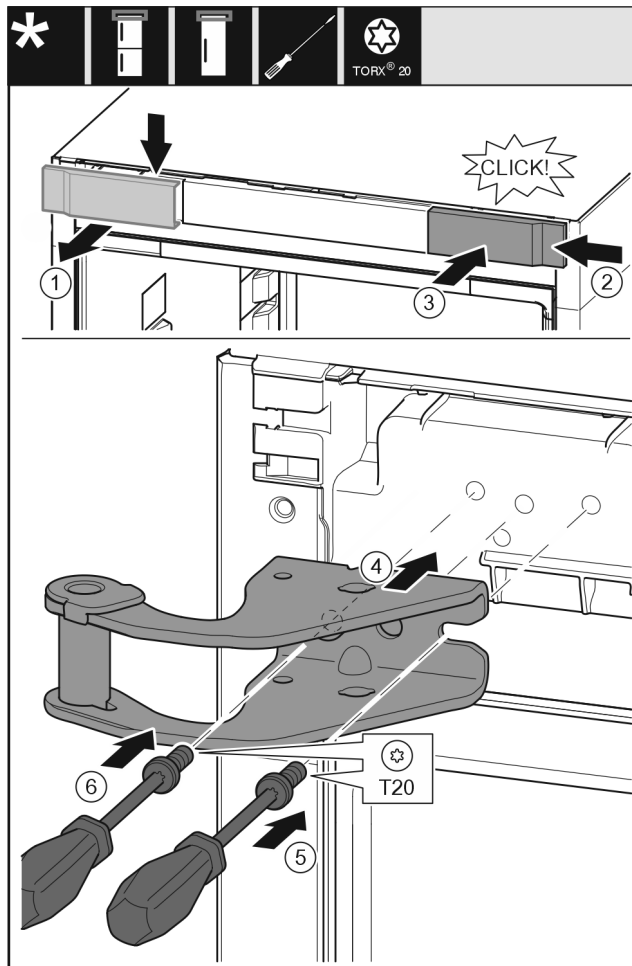

Fig. 16
- Odeberte kryt shora dopředu. Fig. 16 (1)
- Kryt otočený o 180° zavěste na druhé straně zprava. Fig. 16 (2)
- Zaklapněte kryt. Fig. 16 (3)
- Nasadte horní stojan ložiska. Fig. 16 (4)
- Šroubovákem T20 nasadte šroub a utáhněte. Fig. 16 (5)
- Šroubovákem T20 vložte šroub a utáhněte. Fig. 16 (6)